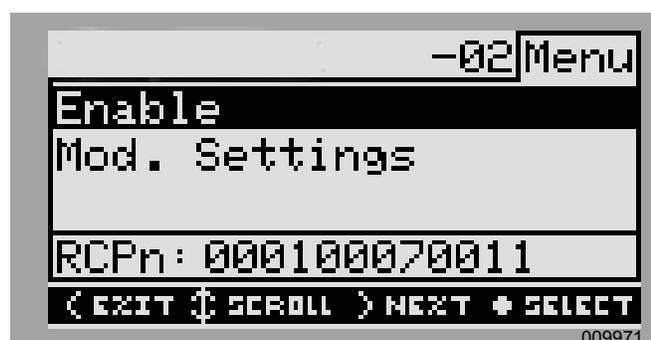

Figura 3-9. Activación y desactivación de dispositivos (2 de 3)
- Consulte la Figura 3-9. Resalte Enable (Activar) y presione el botón central.